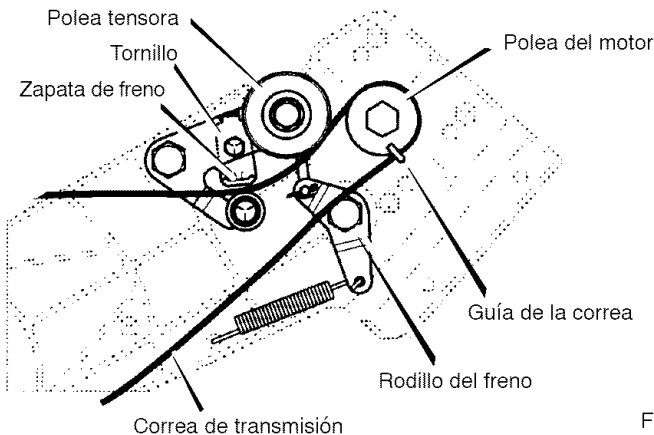

Figura 25
4. Afloje el **tornillo** y la tuerca en el **brazo de la zapata de freno** (Figura 25).